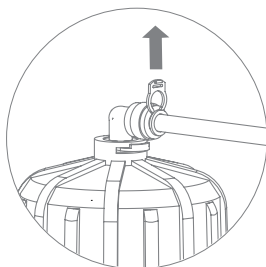

Рис. 14
3. Отсоедините стопорную клипсу, фиксирующую цангу (рис. 14). Отсоедините трубку, удерживая цангу прижатой к корпусу (см. раздел «Отсоединение трубок» (стр. 8)). При необходимости отсоедините все трубки от корпуса мембраны и извлеките его из корпуса фильтра.